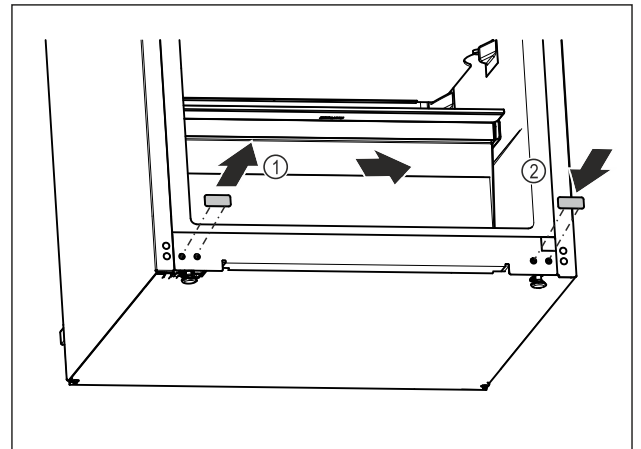

Fig. 21
- Kapatma tapalarını çekerek çıkarın. Fig. 21 (1)
- Kapatma tapalarını diğer tarafa takın. Fig. 21 (2)